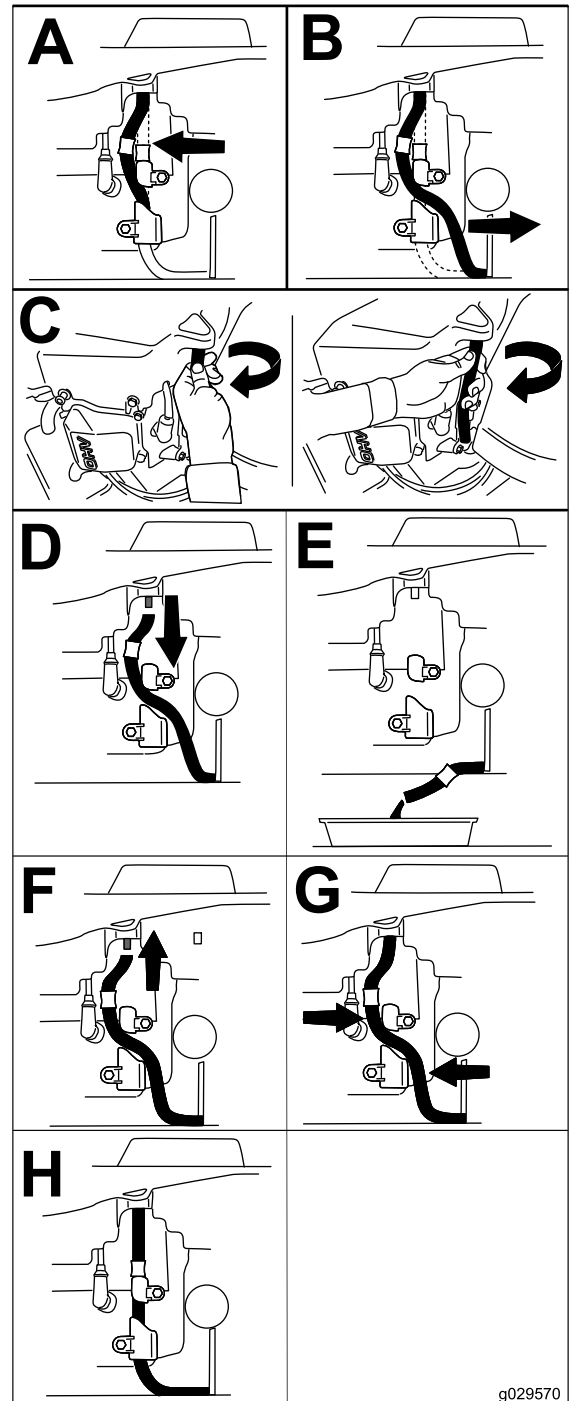

Figura 43
4. Purgue o óleo do motor (Figura 43).